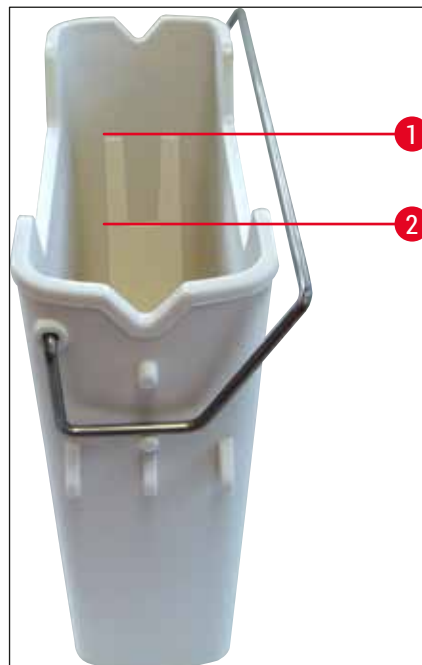

Fig. 67
4. Kontrollér, at påfyldningsniveauet er tilstrækkeligt (→ Fig. 67), og at reagensen er fri for snavs. I tilfælde af kontaminering skal xylenen udskiftes (→ S. 37 – 4.6.3 Forbered reagenskuvetten, fyld den, og sæt den i indføringskuffen), og reagenskuvetten skal rengøres, før den fyldes igen.